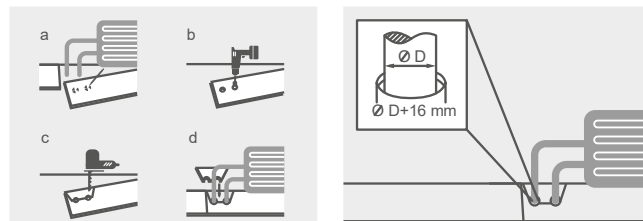

Рисунок 20
- 11.29 Укладка около труб. Отметить на планке карандашом место расположения центра трубы. Просверлить отверстие диаметром, превышающим диаметр трубы на 16 мм, для создания расширительного зазора вокруг трубы. Сделать пропилы под углом минимум 45° от края планки до просверленного отверстия. Вклеить отпиленный кусок, установив распорку между стеной и планкой и закрыть зазор вокруг трубы декоративным элементом («кольцом») (см. Рисунок 20).